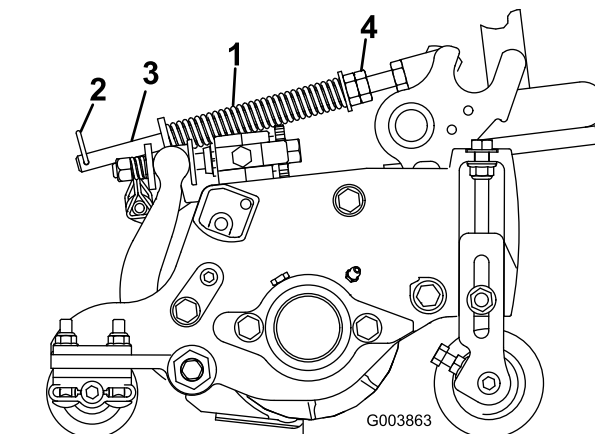

Figura 15
2. Serrate i dadi esagonali sulla parte anteriore dell'asta della molla fino a ridurre la lunghezza compressa della molla a 12,7 cm sugli elementi di taglio da 12,7 cm del Reelmaster 5410, oppure a 15,9 cm sugli elementi da 17,8 cm del Reelmaster 5510 e 5610 (Figura 15).
La molla di compensazione del manto erboso (Figura 15) trasferisce il peso dal cilindro anteriore al cilindro posteriore, per contribuire a ridurre l'ondulazione del manto erboso, detta anche fluttuazione o bobbing.
1. Verificate che la coppiglia sia montata nel foro posteriore dell'asta della molla (Figura 15).